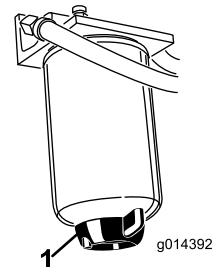

Bild 36
Entfernen Sie täglich Wasser und andere Fremdstoffe aus dem Wasserabscheider (Bild 36). Wechseln Sie die Filterglocke alle 400 Betriebsstunden aus.
2. Lösen Sie die Ablassschraube an der Unterseite der Filterglocke (Bild 36).